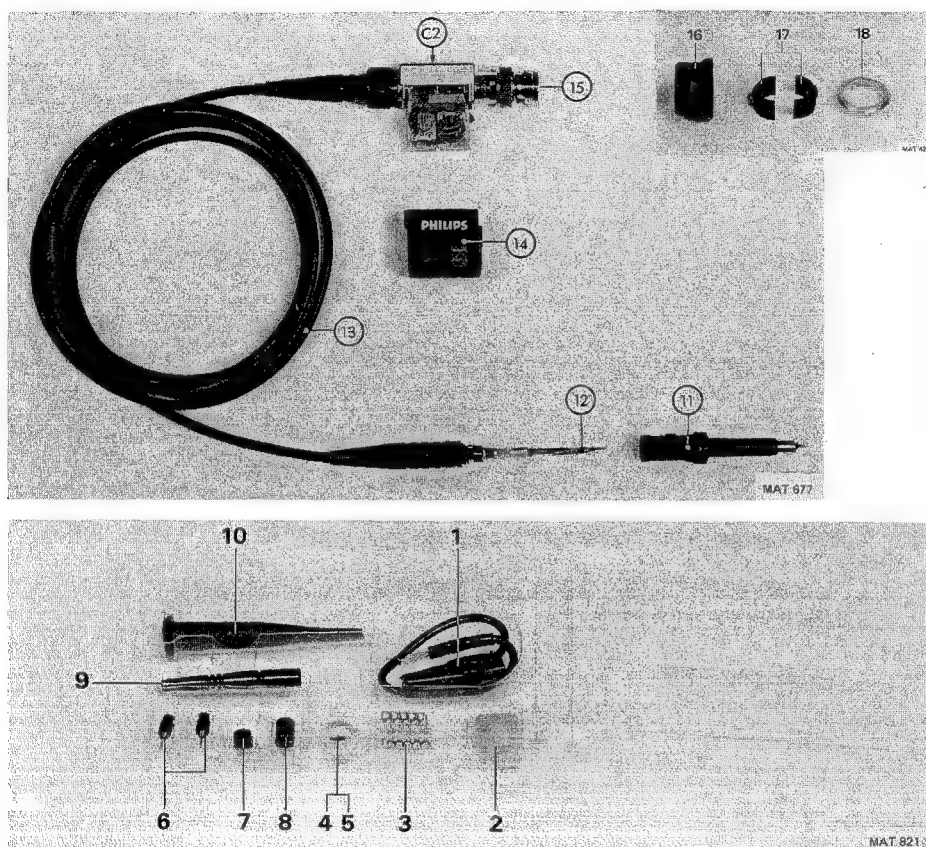

Bild 1.11. Ausbau + Zubehör.
Ein Trimmer C2 (Bild 1.11) ist durch eine Öffnung in der Kompensationsdose zugänglich und einstellbar um ein optimales Rechtecksignal zu erlangen.
### Ausbau des Tastkopfs (Bild 1.11.)
### Ausbau der Kompensationsdose (Bild 1.11.)
**Ersatzteilliste***Mechanische Teile (siehe Bild 1.11. und 1.12.)*